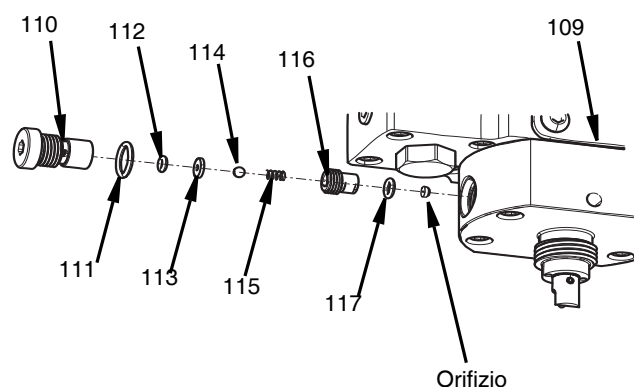

FIG. 30
2. Rimuovere il corpo valvola di ritegno (110) usando una chiave a brugola da 5 mm.
3. Rimuovere l'orifizio e l'O-ring (117) dal fondo della valvola di ritegno e dall'orifizio dell'ugello (109).
4. Svitare il fermo della valvola di ritegno (107) dal corpo valvola di ritegno (110) usando una chiave da 6 mm (1/4 in.) e una chiave a brugola da 5 mm.
5. Rimuovere la sfera della valvola di ritegno (114), la molla di compressione (115), la sede della valvola (113) e la guarnizione O-ring (112) dal corpo della valvola di ritegno (110). Vedere FIG. 30.